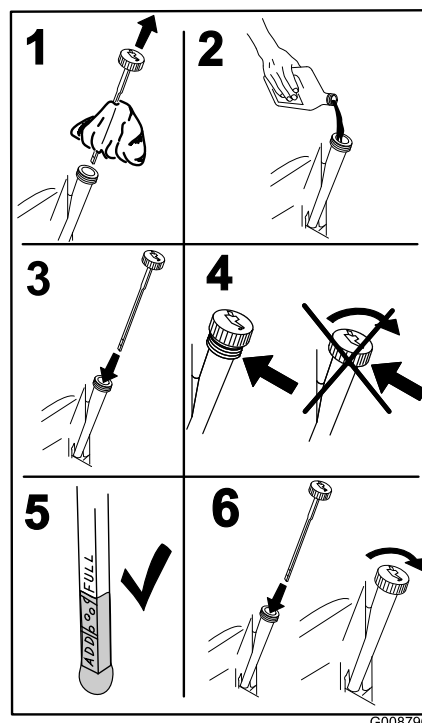

Figura 46
5. Versate lentamente circa l'80% dell'olio indicato nel tubo di rifornimento e sempre con cautela rabboccate l'olio necessario per portarlo alla tacca di **Pieno** (Figura 46).